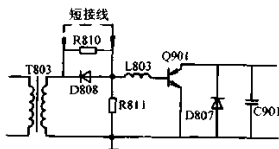

图 5-48 索尼 KV—2010CH 型彩色电视机的行输出级电路
6) 代换实例之二。如图 5-48 所示是索尼 KV-2010CH 型彩色电视机的行输出级电路，用晶体管代换时，拆除 R810、D808 和 R811，并在原电阻 R810 两端焊上短接线，见图中的虚线所示。